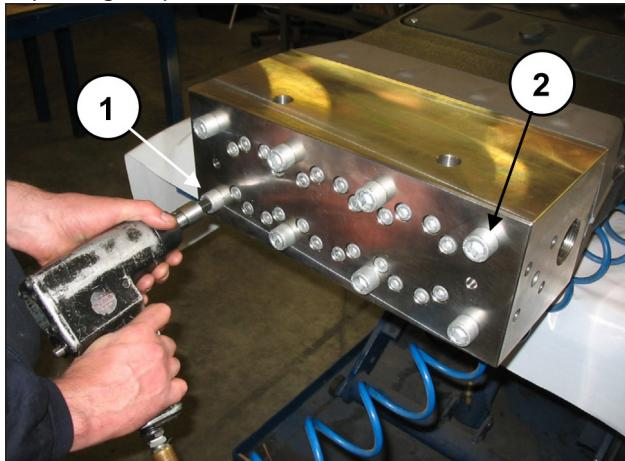
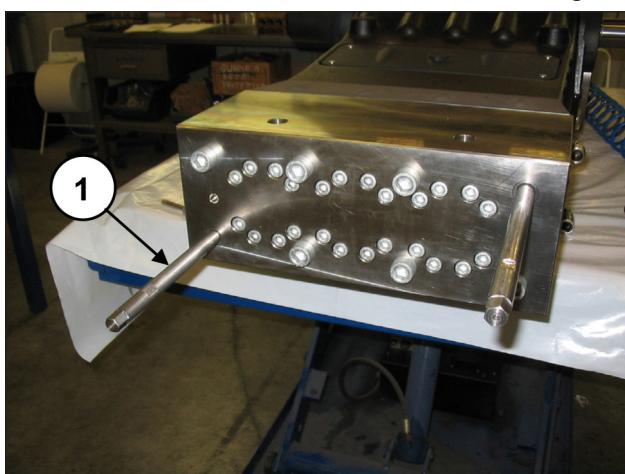

Fig. 95
Fig. 96
Dévisser deux vis de fixation de la tête M16x320 diamétrale opposées (rep. ① et ②, Fig. 95) et les remplacer par deux goujons de service (réf. 27540200) (rep. ①, Fig. 96) puis enlever les autres vis.